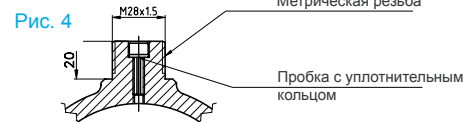
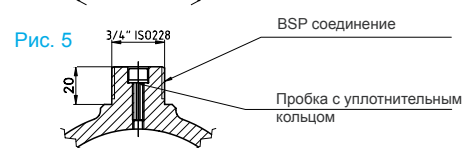

Рис. 4
Рис. 5
Для исполнения AMS он имеет резьбовую часть M28x1.5 ( рис. 4 )
- резьбовая часть, показанная на рис. 4 ( только для версий AM и AMM )
- резьбовая часть 3/4" по ISO 228, показанная на рис. 5 (только для версий AM и AMM)
| AM стр. 5AMM стр. 6AML стр. 7AMP стр. 8AMS стр. 9 | 0,05                          | P = Стандартная нитриловая резина           | -15 +80°C                   | 210-330 (AM и AMM) углеродистая сталь     | C = углерод. сталь        | G = Внутренняя резьба ISO 228   | 0 = заводское1 = ГОСТ (Россия)8 = 97/23/CE (Европа)9 = ATEX10 = другое, по заказу | - = стандартный 5/8" UNFM = M28x1,5 (рис. 4 стр. 3)R = 3/4" ISO 228 (рис. 5 стр. 3)T = фиксиров. предварит. зарядкаX = нержав. сталь газовый клапан 2072 |
- Зарядный вентиль: M28x1.5 или 3/4" ISO 228 (рис. 4 -5 стр. 1)